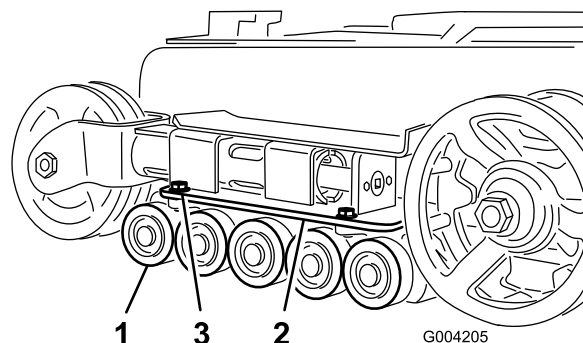

Рисунок 44
2. Отвинтите 4 болта, которые крепят нижнюю направляющую каждой гусеницы, которая включает в себя опорные катки, и снимите их (Рисунок 44).